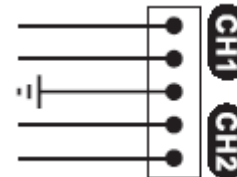

Рис. 2.
- Соедините линейный вход усилителя и линейный выход источника сигнала (например, магнитола) RCA кабелями (рис.2).